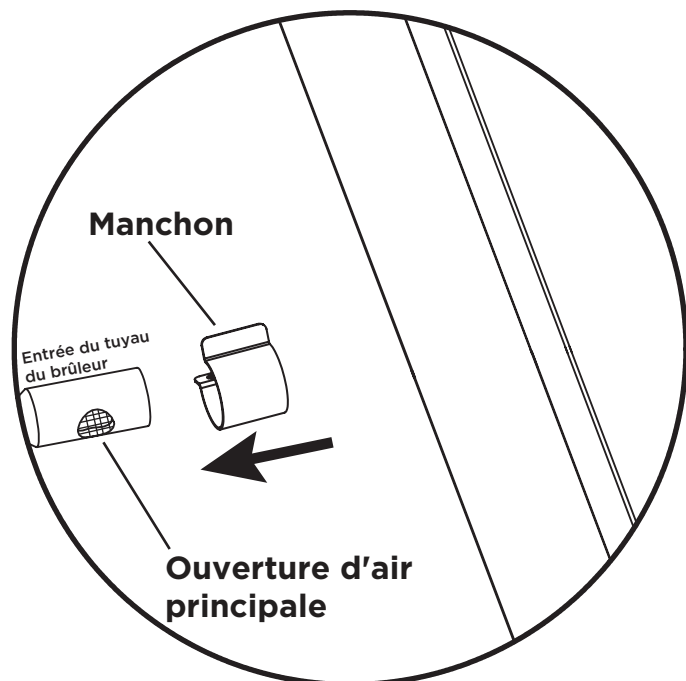

Fig. 1
6. Glisser le manchon sur l'ouverture d'air principale (voir Fig. 1). Ensuite, visser la nouvelle tête d'injecteur GN dans l'entrée du tuyau du brûleur (voir Fig. 2).